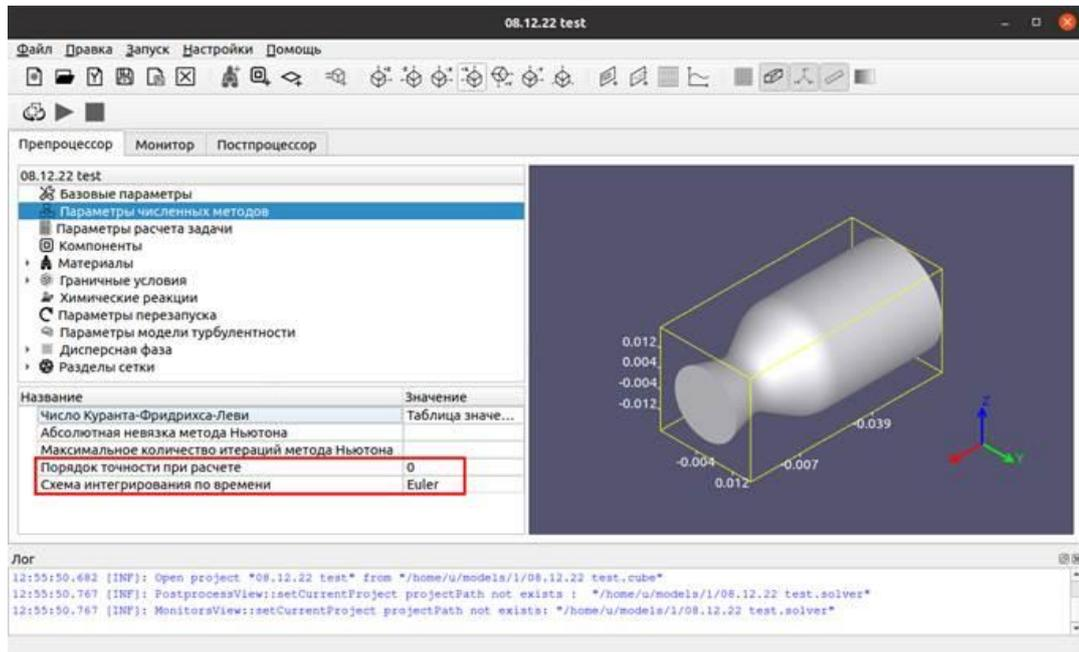

Рисунок 63 – Добавленные параметры
- «Абсолютная невязка точности решения метода Ньютона» при восстановлении значений примитивных (неконсервативных) из консервативных переменных (рис. 63);